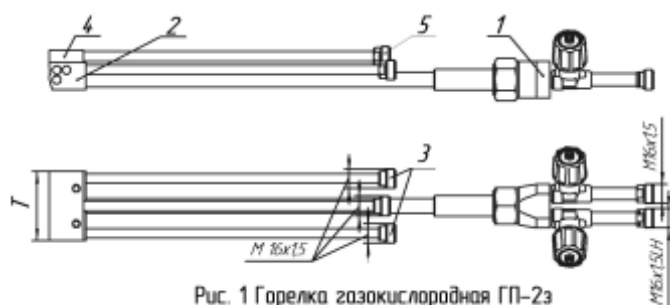

Рис. 1 Горелка газокислородная ГП-2з
3.1 Горелка газокислородная для закалки ГП-2з (Рис.1) состоит из ствола 1, газопламенного наконечника 2, и закалочного наконечника 4, имеющего штуцер подвода закалочной жидкости 5. Газопламенный наконечник состоит из смесительной камеры со съемным инжектором, трубки со штуцерами подвода охлаждающей жидкости 3, и мундштука. Мундштук имеет систему газопламенных сопел и встроенную водяную рубашку охлаждения. На стволе расположены рукоятка, два штуцера подвода газа, и два клапана.